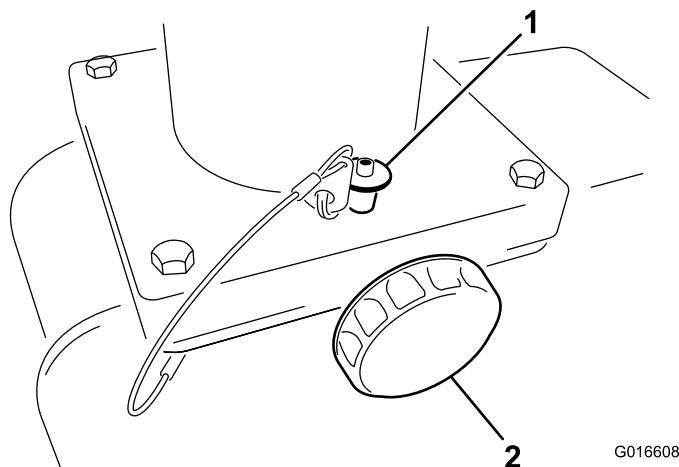

Figure 10
1. Pour tourner la goulotte, desserrez le bouton de blocage, enfoncez le bouton à ressort sur poignée de la goupille de verrouillage et sortez la goupille de verrouillage de la plaque de la goulotte (Figure 10).